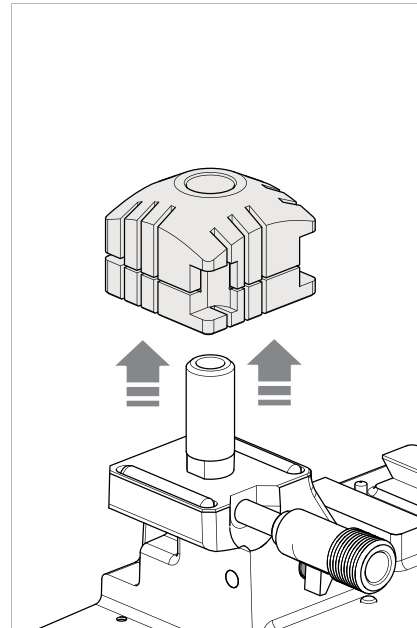

Fig. 44
- 3) Pull the clamp upwards (Fig. 44).